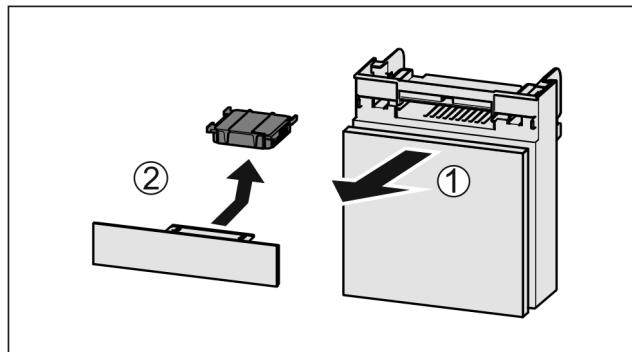

Fig. 119
- Потягніть Fig. 119 (1) відділення вперед.
- Витягнути Fig. 119 (2) фільтр з активованого вугілля.